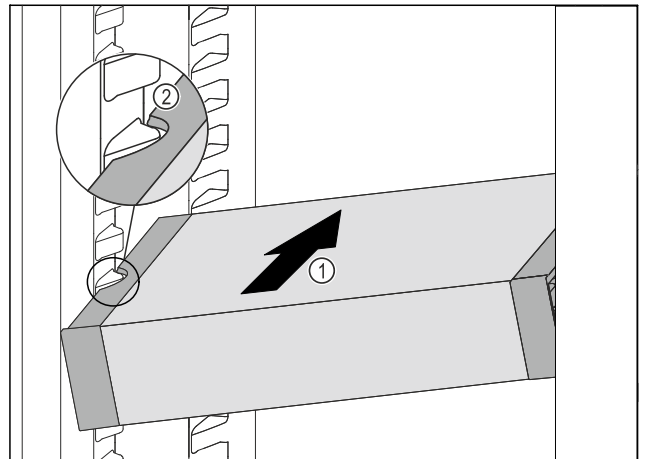

Fig. 76
- Insérer le VarioSafe en biais dans la partie réfrigérateur Fig. 76 (1) jusqu'à ce que les encoches latérales Fig. 76 (2) du VarioSafe se trouvent à la hauteur de la nervure du bac dans la partie réfrigérateur.